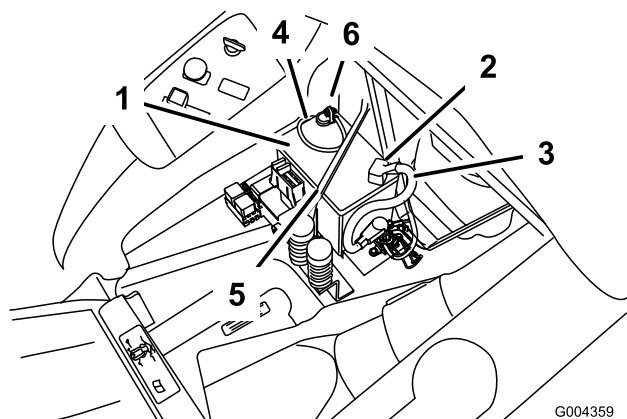

Figura 41
4. Staccate il cavo negativo (nero) di terra dal polo della batteria (Figura 41).
5. Infilate il cappuccio di gomma sul cavo positivo (rosso) della batteria. Staccate il cavo positivo (rosso) dal polo della batteria (Figura 41).
6. Togliete il dispositivo di fissaggio della batteria (Figura 41) e togliete la batteria dal vassoio.
1. Posizionate la batteria nel vassoio con i poli dei morsetti lontano dalla plancia (Figura 41).
4. Fissate i cavi con due bulloni (1/4 x 3/4 poll.), rondelle (1/4 poll.) e dadi (1/4 poll.) (Figura 41).
6. Fissate la batteria con l'apposito dispositivo (Figura 41).